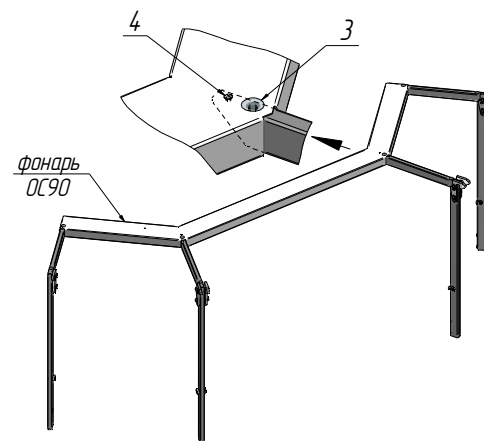

Рисунок 4
- На угловых витринах ОС90 кожух фонаря закреплять к центральным стойкам заклепкой 3х6 (4). (См. рисунок 4)